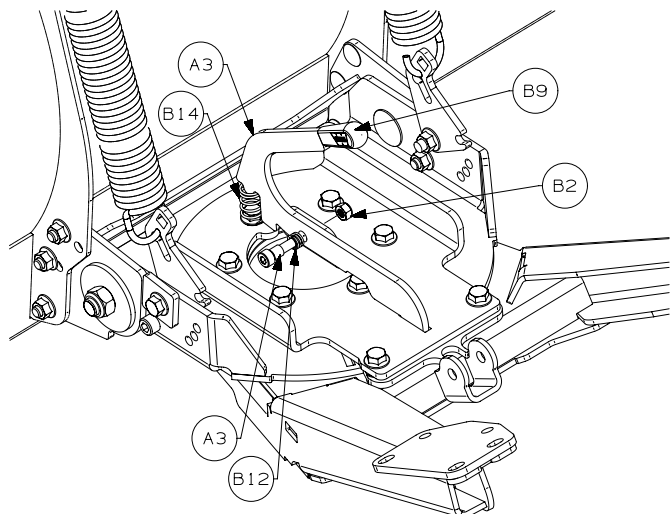

Figure 5
9. Faire pivoter la base du tube en position centrale en alignant les fentes arrière du tube poussoir. Installer le ressort (B14) sur la tête du boulon avant central du tube poussoir. Installer la poignée sur le ressort et dans la fente du tube poussoir. Aligner le trou de pivotement de la poignée de verrouillage et fixer le tout avec des fixations (B2, B12, B15). Voir la figure 5. Serrer les fixations aux couples de serrage indiqués.